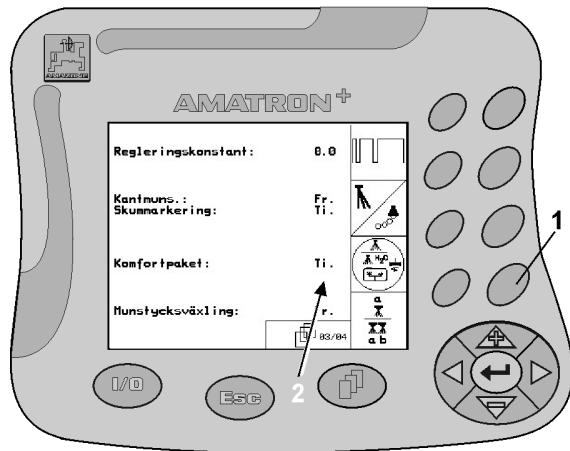

Fig. 17
1. Påverka funktionsknappen (Fig. 17/1) en gång.
→ I displayen visas "in" (Fig. 17/2) om funktionen "Komfortpaket" är inkopplad.
2. Påverka funktionsknappen (Fig. 17/1) en gång till.